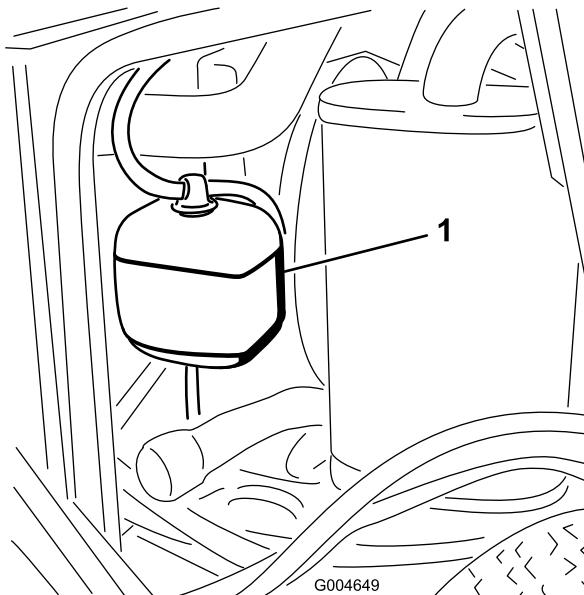

Figura 47
- Controllate il livello di refrigerante nel serbatoio di espansione (Figura 47).